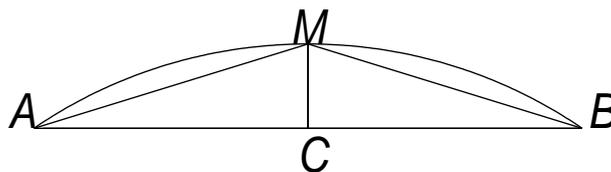

Рис. 1
1. Известна формула Гюйгенса позволяющая определять, с относительной погрешностью, длину дуги. Причем неизвестно, какую часть окружности составляет эта дуга и каков ее радиус, смотри Рис. 1.